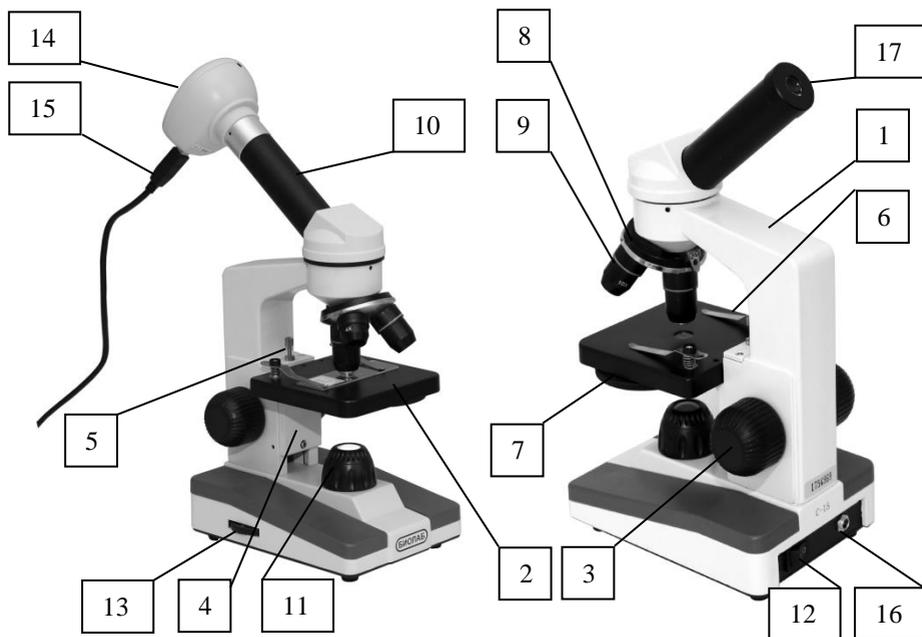

Рисунок 1 – Микроскоп ученический «БИОЛАБ»™ модель С-16:
Фокусирующий механизм, расположенный на штативе 1 (рис.1), обеспечивает вертикальное перемещение предметного столика 2, который закреплен на кронштейне 4. Перемещение кронштейна с предметным столиком осуществляется рукоятками 3. Рукоятки расположены на одной оси и выведены с обеих сторон штатива.
- опустите вращением рукояток фокусировки 3 (рис.1) предметный столик 2 в нижнее положение;